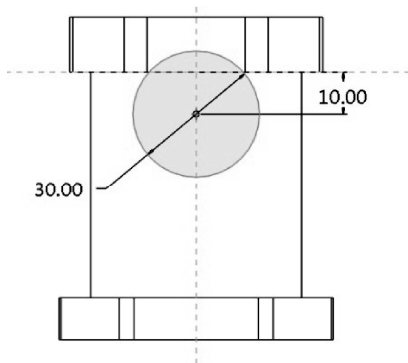
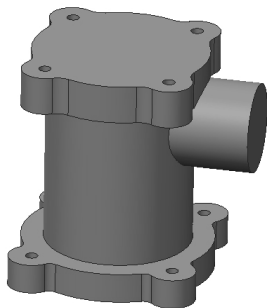

图 4-168 侧腰截面
图 4-169 侧腰生成模型
- (1) 单击 按钮打开拉伸操控面板, 选择 DTM1 为绘图草绘平面, 进入草绘模式;
- (2) 在草绘模式中, 绘制如图 4-168 所示的截面。绘制好后, 单击 按钮, 退出草绘模式。在设计拉伸操控面板中, 拉伸方式选择【拉伸至下一曲面】, 生成的拉伸模型如图 4-169 所示。